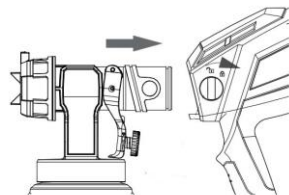

fig. 11
5. Raccordez l'accessoire de pulvérisation et le corps principal (fig. 11).